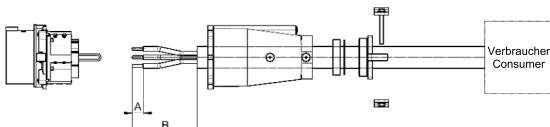
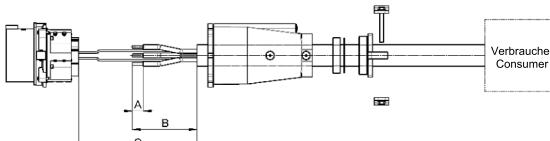
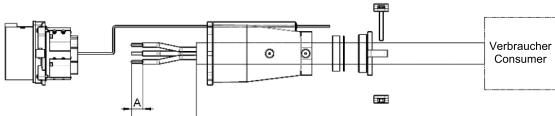

Abb.6: Schema für Kabel ohne Pilotkontakte
Abb.7: Schema für Kabel mit integrierten Pilotkontakten
Abb.8: Schema für Kabel mit separaten Pilotkontakten
- Sind keine Pilotkontakte vorhanden, gemäß Abb. 6 vorgehen. Pilotschlaufe kontrollieren (Abb.6/2).
- Bei integrierten Pilotkontakten gemäß Abb. 7 vorgehen.
- Bei separaten Pilotkontakten gemäß Abb. 8 vorgehen.
1. Kabelverschraubung (Abb.6/1, Abb.7/1, Abb.8/1) über das Kabel ziehen. Äussere Isolation in der Länge A (Abb.6, Abb.7, Abb.8) abmanteln.
2. Einzelheiten und Pilotkabel jeweils in der Länge B (Abb.6, Abb.7, Abb.8) abmanteln.
3. Länge C (Abb.7) gibt die Länge des integrierten Pilotkontakte an.
5. Kontaktbuchse (Abb.6/2, Abb.7/2, Abb.8/2) mit dem Kabel verschrauben.